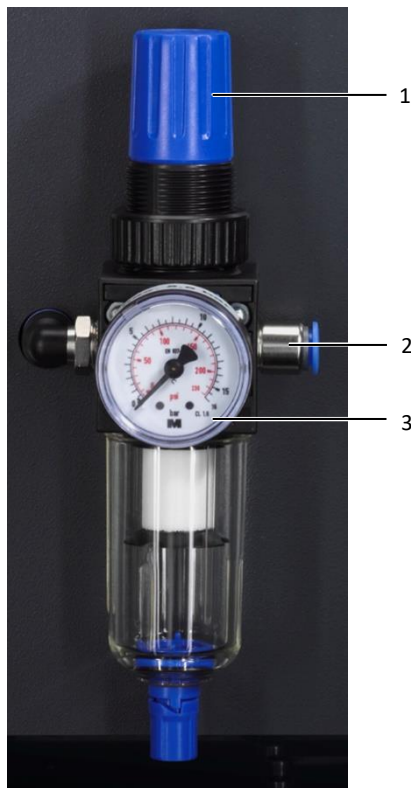

图6: 安装连接件
- 先将压缩空气软管连接至机器的压缩空气维护单元（图6，项号2）。
- 检查压力计的显示值（图6，项号3）。
- 如有必要，补充调节工作压力。为此，将调整螺栓（图6，项号1）向上拉，并小心地旋拧：